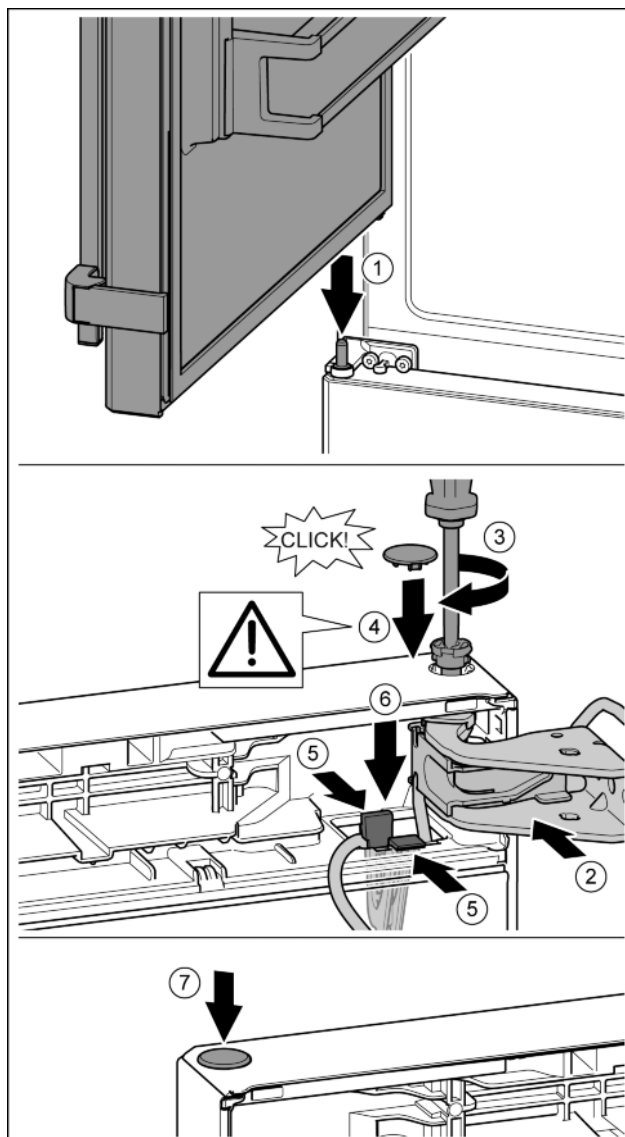

Fig. 34
- ▶ Bovenste deur op de middelste lagerbout plaatsen. Fig. 34 (1)
- ▶ Deur boven uitlijnen op de opening in de lagerbus. Fig. 34 (2)
- ▶ Bouten aanbrengen en met schroevendraaier T15 vastschroeven. Fig. 34 (3)
- ▶ Veiligheidsafdekking voor de veiligheid van de deur monteren: Veiligheidsafdekking aanbrengen en controleren of deze op de deur rust. Anders bout volledig aanbrengen. Fig. 34 (4)
- ▶ Houder met de hieraan bevestigde kabel in de opening aanbrengen. Hierbij moet de las met de langere opening naar voren wijzen. Fig. 34 (5)
- ▶ Houder naar onder drukken tot de las vastklikt. Fig. 34 (6)
- ▶ Stop aanbrengen. Fig. 34 (7)